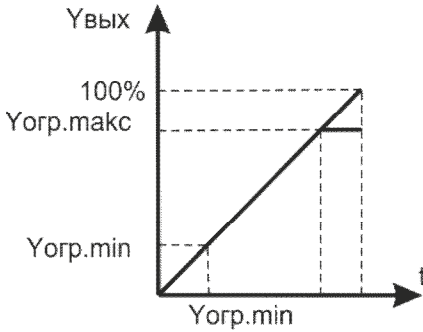

Рис. 21
- максимальный $Y_{огр.макс.}$ и минимальный $Y_{огр.мин.}$ (рис.21).